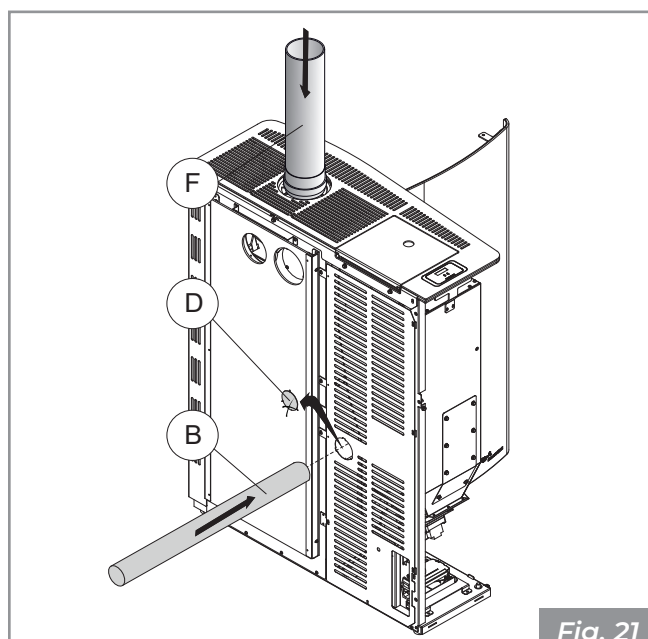

Fig. 21
- Togliere la lamiera pre-tranciata (**D**) dallo schienale. Collegare il tubo flessibile dell'aria comburente (**B**) alla curva da 90°, facendolo passare attraverso il foro libero dello schienale per poi collegarlo ad una presa d'aria esterna. Collegare il tubo uscita fumi (**F - Fig. 21**).